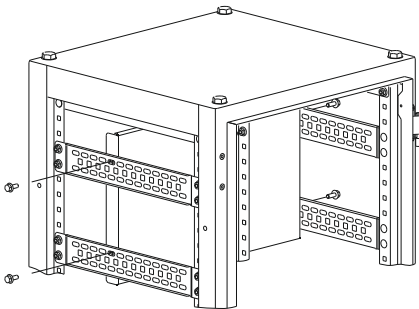

Рисунок 16
12.2 Установите Панель монтажную между двумя предварительно смонтированными Рейками боковыми и закрепите болтами М6х16 (рисунок 16). Момент затяжки 5 Н·м.